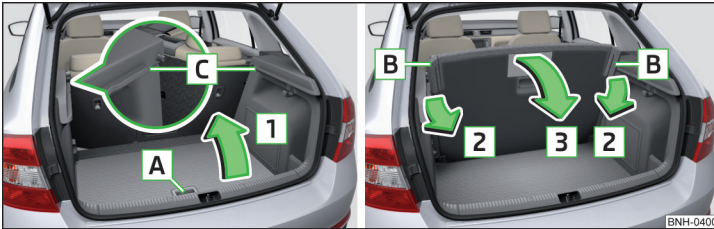

Abb. 89 Parkstellung einstellen / Von der Parkstellung aus herunterklappen
- Den variablen Ladeboden am Griff **A** » Abb. 89 fassen.
- Auf die klappbaren Ecken **B** » Abb. 89 auf den beiden Seiten des variablen Ladebodens in Pfeilrichtung **2** drücken und diese von den Positionen **C** lösen.